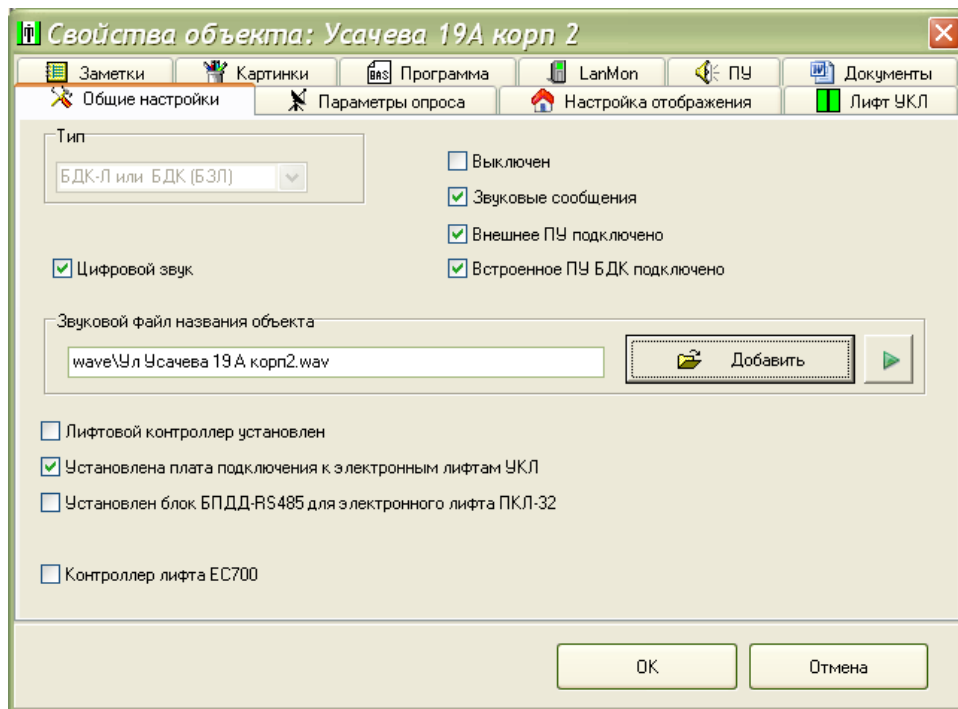

Рисунок 20
5) На вкладке «Общие настройки» установить «галочки» для включения режима цифрового звука, выдачи звуковых сообщений, признака подключения переговорных устройств кабины лифта и машинного помещения, признака наличия в блоке платы сопряжения с лифтом УКЛ (рисунок 20). Задать wav-файл озвучивания названия объекта, соответствующий адресу месторасположения лифта.